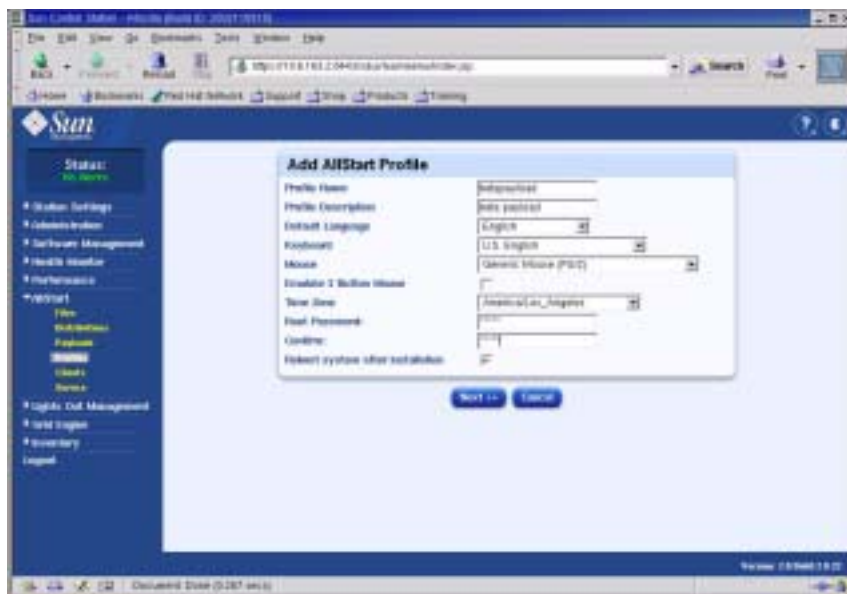

РИСУНОК 2-9 Окно добавления профиля AllStart
**а. В окне добавления профиля (Add AllStart Profile) выберите параметры для своей системы (см. пример на РИСУНОК 2-9). После окончания нажмите кнопку Next.**